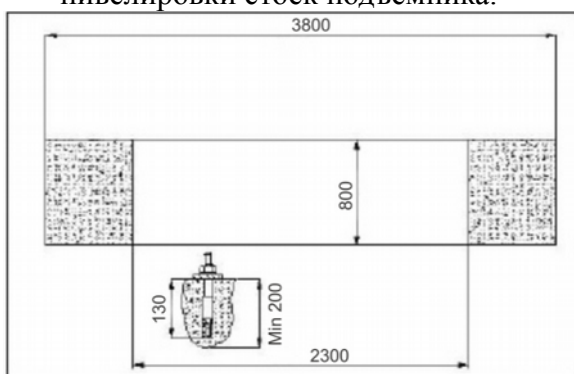

Рис. 29
- Установите анкера, как показано на рис. 29. и закрепите.